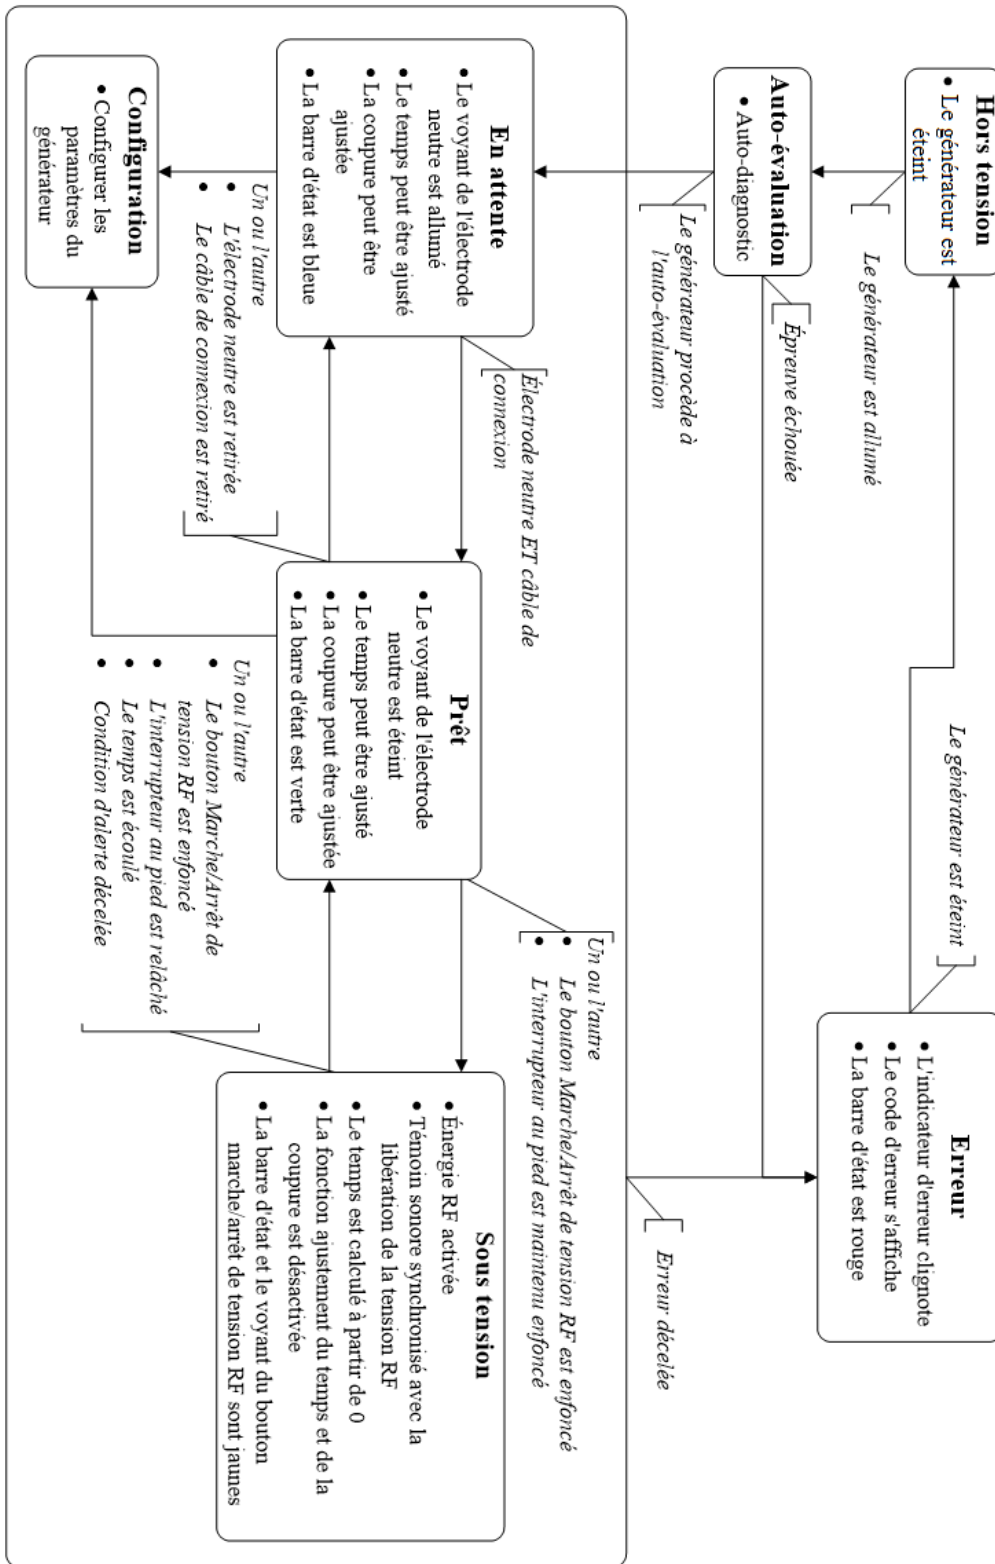

Figure 5-3 – Organigramme des états du Générateur
- (1) **Indicateur d'alimentation** : Ce voyant DEL vert s'allume lorsque le Générateur est sous tension.
- (2) **Indicateur d'ERREUR** : Ce voyant rouge s'allume et clignote lorsqu'une ERREUR système est survenue. Les erreurs système peuvent correspondre à des échecs d'autotest, des erreurs de protection matérielle, des erreurs de mesure matérielle et des défaillances logicielles. L'alimentation secteur du générateur doit être coupée puis rallumée pour tenter de corriger une erreur système. Consultez le mode d'emploi.
- (3) **Détecteur de lumière ambiante** : Ce détecteur de la lumière ambiante ajuste automatiquement la luminosité de l'écran selon que la pièce est très éclairée (l'écran sera alors plus brillant [HIGH]) ou peu éclairée (l'écran sera alors moins brillant [LOW]).
- (4) **Indicateur d'erreur d'une électrode neutre** : Le voyant DEL rouge s'allume lorsqu'une électrode neutre N'est PAS raccordée au Générateur OU que l'impédance d'une électrode neutre de surveillance (double écran) est supérieure à 150 ohms, indiquant un mauvais contact avec le patient. Remarque : N'utilisez que des électrodes neutres qui satisfont à la norme CEI 60601-2-2:2017 ou la dépassent.
- (5) **Barre d'ÉTAT** : Cette fenêtre indique l'ÉTAT actuel du Générateur. Les divers états du Générateur et leurs liens entre eux sont définis à la Figure 5-3 – Organigramme des états du Générateur.
- (6) **Écran de réglage du TEMPS** : Cette fenêtre affiche la durée désirée d'application d'énergie RF (en secondes), ainsi que les fonctions des touches utilisées pour régler le TEMPS alloué.
- (7) **Touches à gauche des écrans** : Ces touches permettent d'ajuster certains paramètres. Leur fonction est affichée sur l'écran à leur droite, le cas échéant. Par exemple, les flèches croissante ▲ et décroissante ▼ s'affichent lorsque les touches doivent servir à augmenter ou à réduire un paramètre.
- (8) **Écran des paramètres de COUPURE** : Cette fenêtre affiche le mode COUPURE souhaité. Les modes COUPURE sont différents selon le dispositif RF BMC et décrits à la Section 0. Référez-vous au mode d'emploi de chaque dispositif RF BMC pour en connaître les paramètres appropriés. Cette fenêtre affiche aussi la fonction des touches utilisées pour ajuster les paramètres de COUPURE.
- (9) **Touches à droite des écrans** : Ces touches permettent d'ajuster certains paramètres. Leur fonction est affichée sur l'écran à leur gauche, le cas échéant. Par exemple, les flèches croissante ▲ et décroissante ▼ s'affichent lorsque les touches doivent servir à augmenter ou à réduire un paramètre.
- (10) **Touches du bas** : Ces touches ont diverses fonctions. Chacune de leurs fonctions est affichée à l'écran au-dessus, le cas échéant.
- (11) **Fenêtre de message** : Cette fenêtre affiche les messages de fonctions et d'information, le cas échéant.
- (12) **Raccord de l'électrode neutre** : Cette prise isolée du patient est conçue pour brancher une électrode **dispersive (neutre) approuvée. N'utilisez que des électrodes dispersives qui satisfont à la norme CEI 60601-2-2:2017 ou la dépassent. Des électrodes non destinées à la surveillance (écrantées) ou de surveillance (double écran) peuvent être utilisées.**
- (13) **Raccord du câble de connexion** : Cette prise isolée du patient est conçue pour brancher le câble de connexion RFP-200. L'utilisateur doit se référer au mode d'emploi du dispositif RF BMC pour choisir le bon modèle de câble de connexion.
- (14) **Bouton et indicateur de MARCHE/ARRÊT de tension RF** : Appuyer sur ce bouton pour activer la tension RF lorsque le Générateur est en état PRÊT ou la désactiver lorsque le Générateur est SOUS TENSION. Le voyant jaune de l'indicateur s'allume lorsque le Générateur est SOUS TENSION.
- (15) **Prise USB (sur le côté)** : Lorsqu'une clé USB est insérée, les données de traitement des 20 dernières applications d'énergie RF sont téléchargées. Si la clé USB reste ensuite connectée, les données des applications d'énergie RF subséquentes seront téléchargées en fonction de chaque traitement administré.